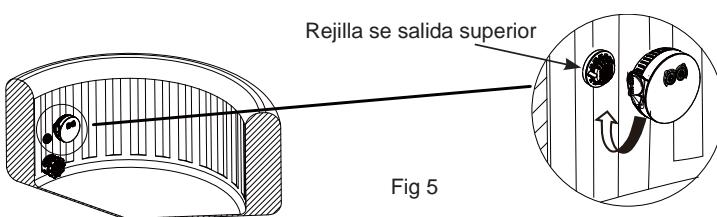

Fig 5
5. Ajuste y coloque a mano, la luz LED del spa en la rejilla de salida superior del Jacuzzi (Véase Fig 5).